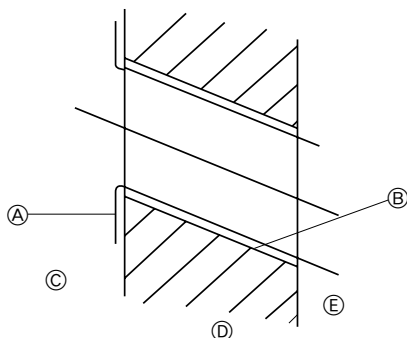

Fig. 3-3
2) Het gat voor de pijpleiding boren (Fig. 3-3)